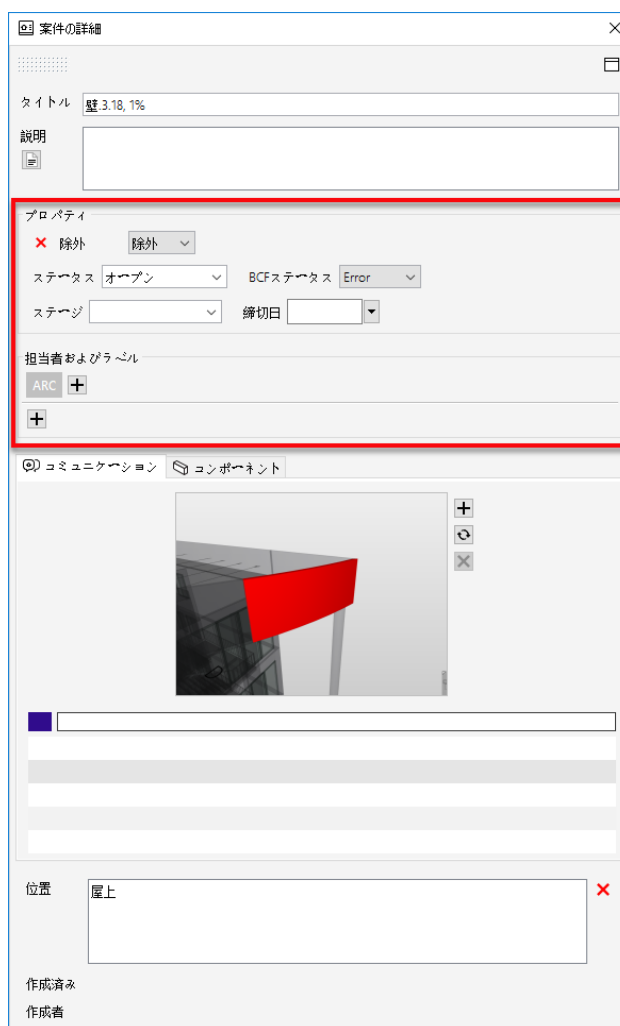

図 58. 案件の詳細のプロパティのタブウィンドウ
- ⑭ また、問題を解決するために、専門家にこの問題を割り当てるには、「プロパティ」タブへ移動し、ステータスを「割り当て済み」に変更し、担当者の項目に「太郎」と入力してください。(図 58 を参照)